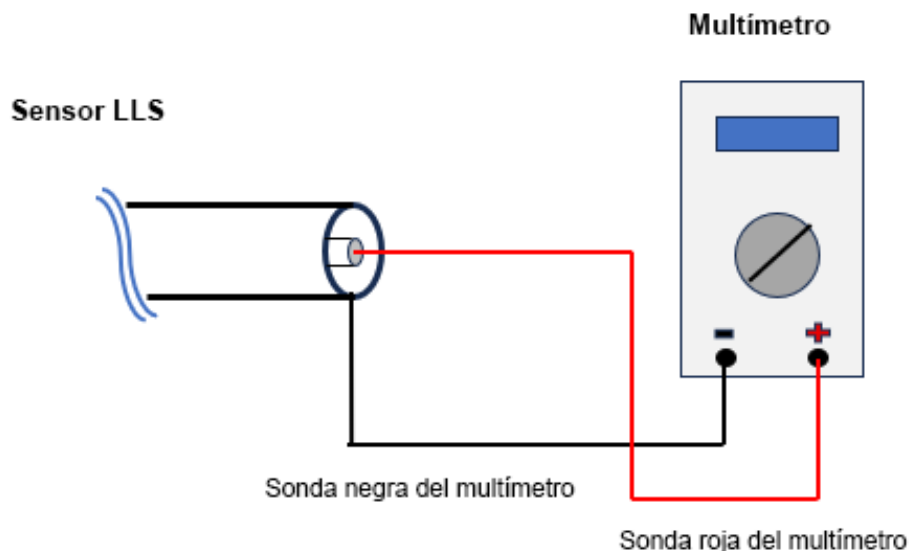

Fig. 12 Diagrama de conexión
2. Monte el circuito de conexión de acuerdo con la «Fig. 12 Diagrama de conexión»